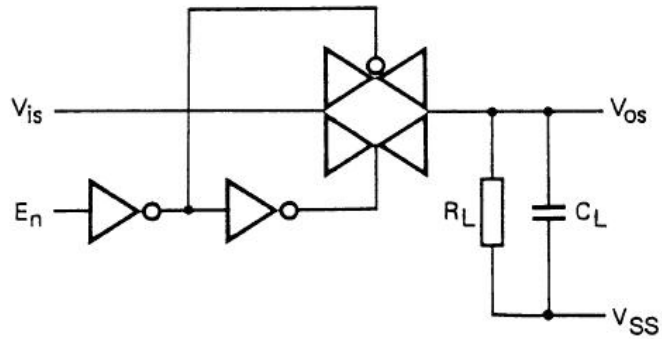
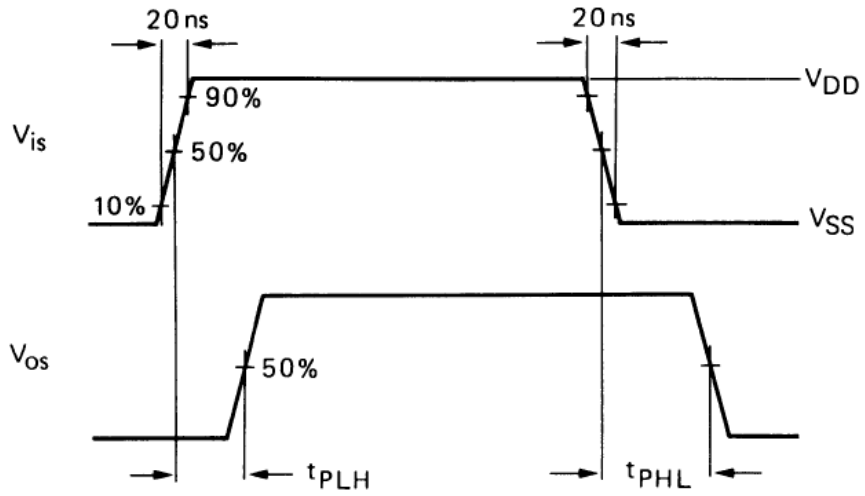

图 6
图10 传输延时
3. $R_L = 10 k$ (对地); $C_L = 50 pF$ (对地); $E_n = V_{DD}$; $V_{is} = V_{DD}$ (方波); 见图6 和 图10。
测试 t_{PLZ} 和 t_{PZL} 时, $V_{is} = V_{SS}$ and R_L 接 V_{DD} ; 见图6 和图11.
7. $R_L = 10\text{ k}$ (对地); $C_L = 15\text{ pF}$ (对地); $E_n = V_{DD}$ (方波); 串扰为 V_{OS} (峰值); 见图6;